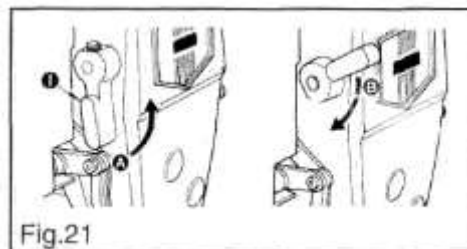

Fig.21
15. Корректировка высоты подъема лапки (Fig.21)